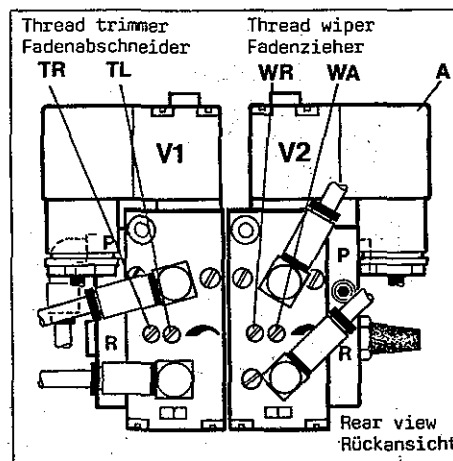
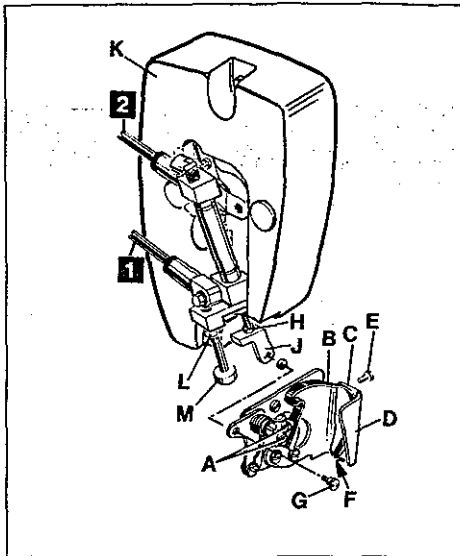
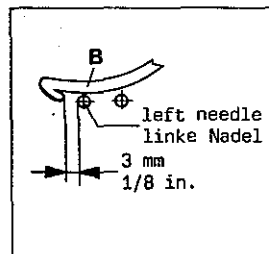
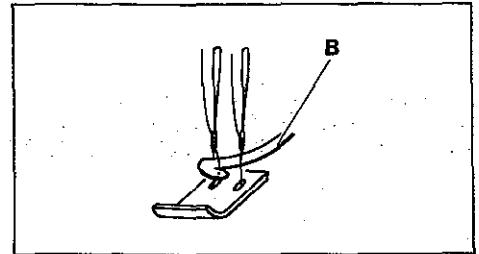

Fig. 51
Fig.52
Fig.55
Fig.54
6.1 Keep power and air supply of thread wiper disconnected by loosening the securing screw and pulling-out plug (A, Fig. 51) on valve (V2) and by disconnecting the PA-tubes (1 and 2, Fig. 52) on the air cylinder of the wiper.
When the hook (B, Fig. 54) returns from left to right it must catch the needle threads and draw them to leaf spring (C, Fig. 52) for clamping.
For adjustment loosen screws (A, Fig. 52), set as required and retighten screws.
6.2 The wiper hook (B, Fig. 52) and leaf spring (C) for clamping the needle threads should be approximately flush at point (F) when the hook (B) is in its right end position.
After loosening screw (E, Fig. 52) set the lower end of leaf spring flush to the lower edge of bracket (D) at point (F). Retighten screw (E).
For adjustment of hook (B, Fig. 52) loosen screw (G) and nut (H) and screw stop (J) in or out as required. Retighten nut (H) and reconnect wiper with screw (G).
6.1 Trennen Sie den Fadenzieher von der Strom- und Luftzufuhr durch lösen der Sicherungsschraube und herausziehen des Steckers (A, Fig. 51) am Ventil (V2) und durch Lösen der PA-Schläuche (1 und 2, Fig. 52) am Luftzylinder des Fadenziehers.
Wenn der Haken (B, Fig. 54) von links nach rechts zurück schwenkt muß er die Nadelfäden mitnehmen und zum Festklemmen zur Blattfeder (C, Fig. 52) ziehen.
Zur Einstellung lösen Sie die Schrauben (A, Fig. 52), stellen entsprechend ein und ziehen die Schrauben wieder an.
6.2 Der Haken für Fadenzieher (B, Fig. 52) und die Blattfeder (C) zum Klemmen der Nadelfäden müssen in der rechten Endstellung des Hakens (B) im Punkt (F) in etwa bündig sein.
Stellen Sie nach Lösen der Schraube (E, Fig. 52) das untere Ende der Blattfeder (C) bündig zur unteren Kante des Halters (D) bei Punkt (F). Ziehen Sie die Schraube (E) wieder an.
Zur Einstellung des Hakens (B, Fig. 52) lösen Sie die Schraube (G) und die Mutter (H) und schrauben den Anschlag (J), nach Bedarf ein oder aus. Ziehen Sie die Mutter (H) wieder an und verbinden Sie den Fadenzieher wieder mit der Schraube (G).
6.2 Stop screw (M, Fig. 52) limits the motion of the wiper hook to the left. Loosen nut (L) and set the stop screw (M) so that stop (J) strikes against it when the wiper hook (Z, Fig. 55) is 3 mm (1/8 in.) left of the left needle. Retighten nut (L, Fig. 52).
HINT: For disassembling head cover (K, Fig. 52) remove screw (G), the two head cover fastening screws and disconnect PA-tubes (1 and 2).
The speed for the movement of the thread trimmer mechanism to the left for cutting is regulated with screw (TL, Fig. 51) and the speed for the movement to the right in home position is regulated with screw (TR) on valve (V1).
The speed for the movement of the wiper hook to the left is regulated with screw (WL, Fig. 51) and the movement to the right in home position is regulated with screw (WR) on valve (V2).
6.2 Die Anschlagsschraube (M, Fig. 52) begrenzt den Weg des Hakens für Fadenzieher nach links. Lösen Sie die Mutter (L) und stellen Sie die Anschlagsschraube (M) so, daß der Anschlag (J) an ihr anschlägt, wenn der Haken für Fadenzieher (Z, Fig. 55) 3 mm links der linken Nadel steht. Ziehen Sie die Mutter (L, Fig. 52) wieder an.
HINWEIS: Entfernen Sie zum Abnehmen des Kopfdeckels (K, Fig. 52), die Schraube (G) sowie die beiden Kopfdeckel-Befestigungsschrauben und lösen Sie die PA-Schläuche (1 und 2).
Die Geschwindigkeit für die Bewegung des Fadenabschneidermechanismus nach links zum Schneiden wird mit der Schraube (TL, Fig. 51) und für die Bewegung nach rechts in die Ruhestellung mit der Schraube (TR) am Ventil (V1) reguliert.
Die Geschwindigkeit für die Bewegung des Hakens für Fadenzieher nach links wird mit der Schraube (WL, Fig. 51) und für die Bewegung nach rechts in die Ruhestellung mit der Schraube (WR) am Ventil (V2) reguliert.